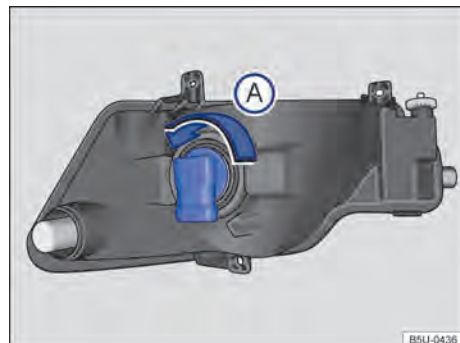

Fig. 151 Detrás del paragolpes delantero: acceso a la lámpara incandescente del farol de neblina. ▶
- 3 Girar el portalámparas → fig. 151, en el sentido antihorario de la flecha , y desencajarlo del alojamiento.